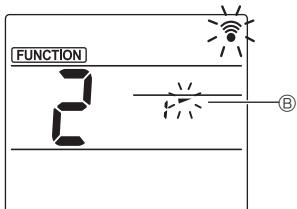

Fig. 3-3
- ③ Ställa in vinkel på fläktblad (Fig. 3-3)